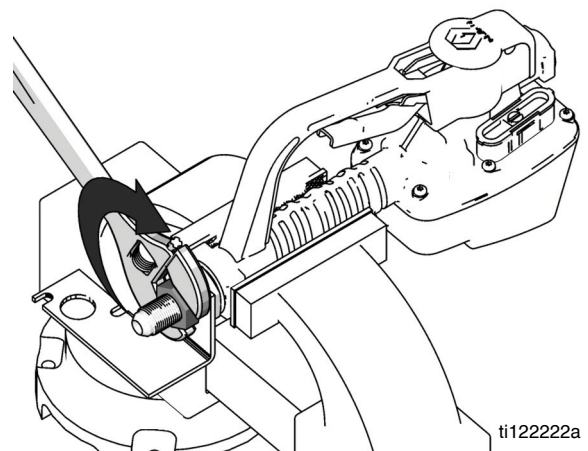

Рис. 9
- д. Поместите расходомер обратно в тиски. Затяните гайку ключом (11) (Рис. 9).